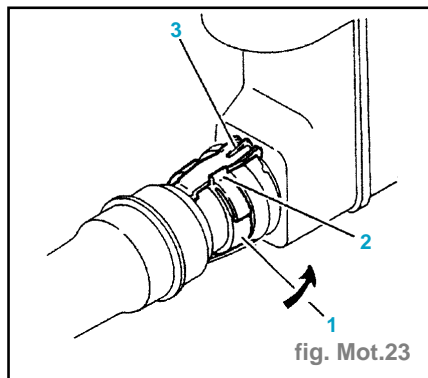

fig. Mot. 23
- Tourner la bague (1) d'un demi-tour dans le sens inverse des aiguilles d'une montre jusqu'à amener la butée (2) contre la languette (fig. Mot. 23).
- Tourner la bague (2) d'un demi-tour dans le sens des aiguilles d'une montre (fig. Mot. 23).
- Présenter le raccord en veillant à la bonne mise en position du joint jusqu'à encliquetage des deux languettes (3).
- Tirer le raccord en arrière afin de positionner correctement les languettes (3).